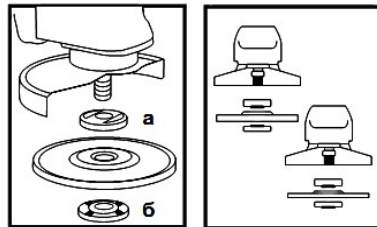

Рисунок 2
4.4 Встановіть на виріб шліфувальний або відрізний диск. Для цього натисніть на кнопку блокування шпинделя (1) і перевірте його до такого положення, при якому він заблокується. За допомогою фланцевого ключа з комплекту постачання відкрутіть та зніміть затискну гайку («б», рисунок 2). Встановіть відповідний диск на посадкове місце фланцевої шайби («а», рисунок 2), наживіть рукою затискну гайку на шпиндель та затягніть її ключем з комплекту постачання. Відпустіть кнопку блокування шпинделя і переконайтеся в тому, що вона вивільнена за допомогою дво- або триразового натискання. Перевірте диск і впевніться, що шпиндель розблокований.
При встановленні диска з утопленим центром завжди розміщуйте його випуклою стороною до фланцевої шайби (дивіться рисунок 2).